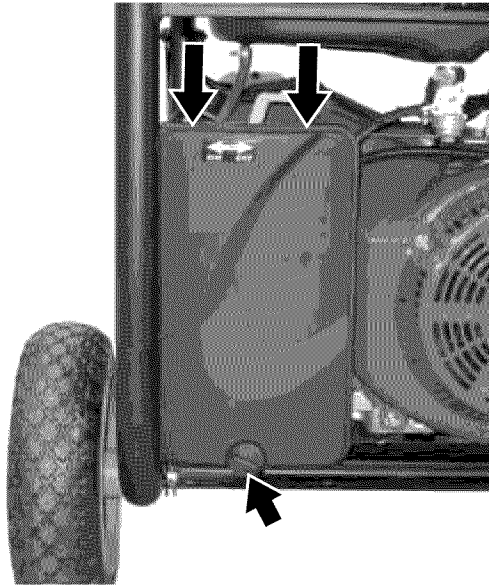

Figura 38 – Colocación de la cubierta del filtro de aire
12. Coloque la cubierta del filtro de aire engancho nuevamente las aletas de la parte superior del conjunto del filtro de aire y colocando luego la perilla de liberación girándola en el sentido de las agujas del reloj (vea la Figura 38).